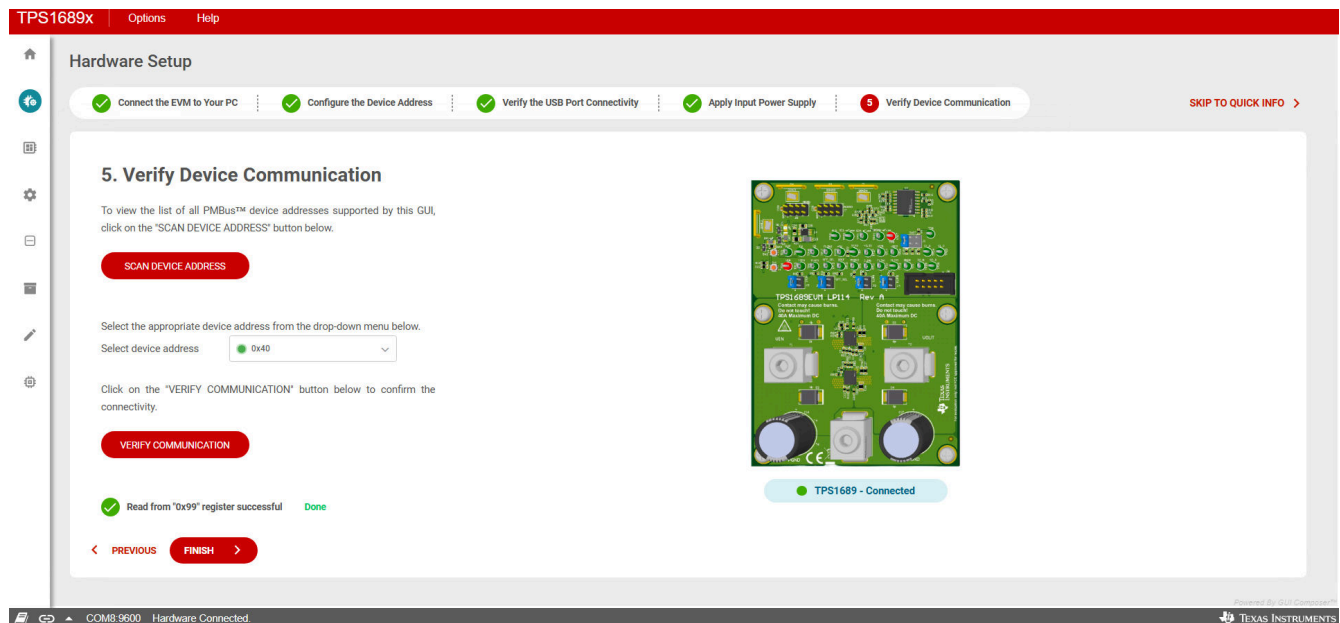
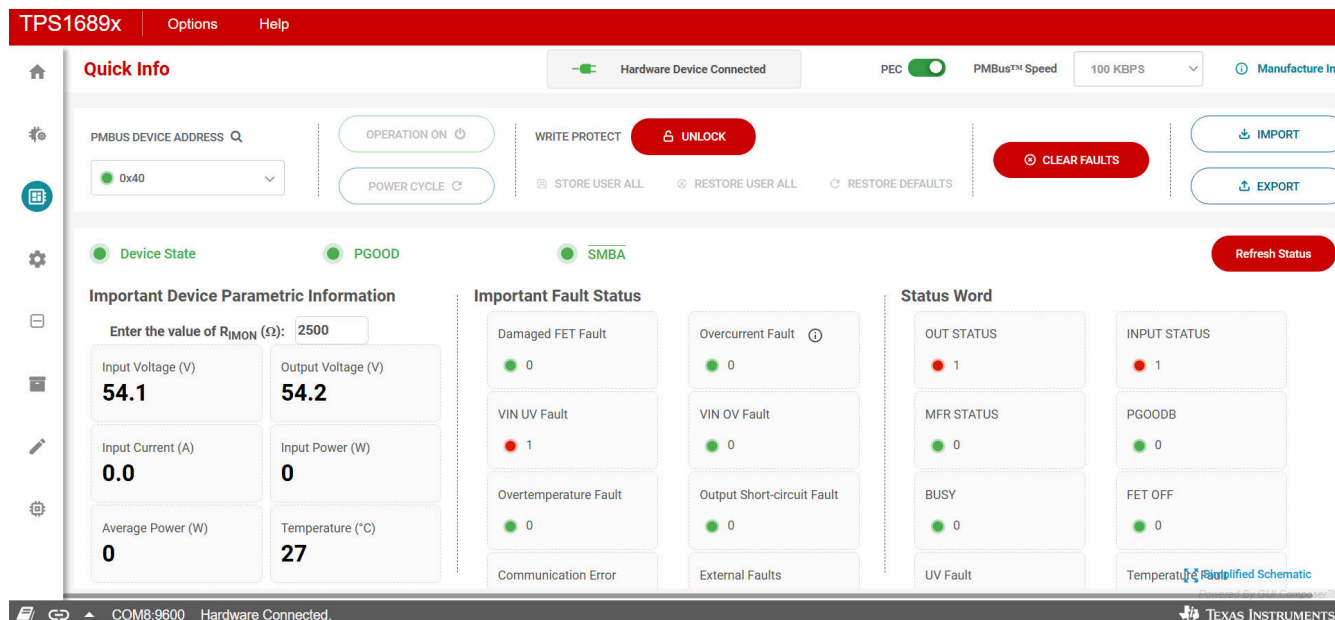

图 4-4. TPS1689EVM-GUI：验证器件连接
图 4-5. TPS1689EVM-GUI : 快速信息
确保仔细完成所有步骤，并在完成前面列出的全部四个步骤之后在图 4-4 所示的 *Hardware Setup* 页面中的步骤 5 验证器件通信。
如图 4-5 所示，用户在验证器件通信后，点击 *FINISH* 图标可转到 *Quick Info* 页面，如图 4-4 所示。如图 4-5 所示，也可以通过点击 GUI 左侧的 *Quick Info* 图标来访问该页面。*Quick Info* 页面提供以下功能。
只能通过更新 GUI 中的 R_{IMON} (如 图 4-5 中的红圈所示)，使其与 EVM 的 IMON 引脚上的电阻相匹配，来获得正确的输入电流 (A) 和输入功率 (W) 值。